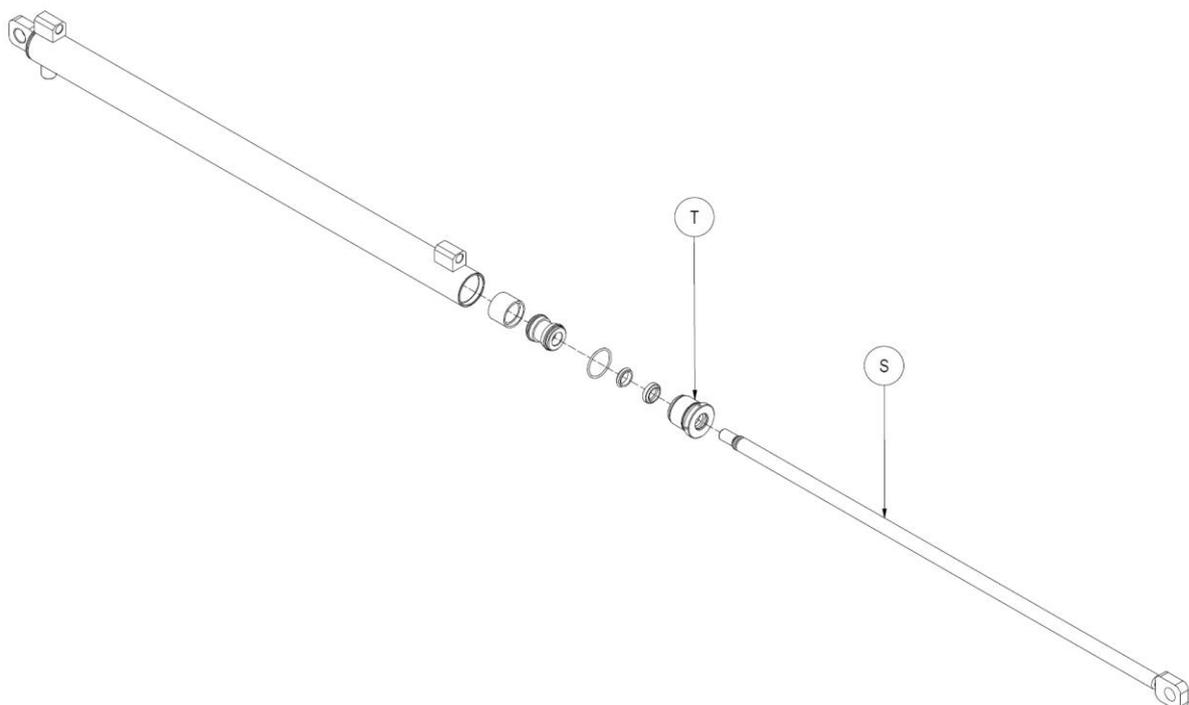

Figure 20
8. Se référer à la *Figure 20*.